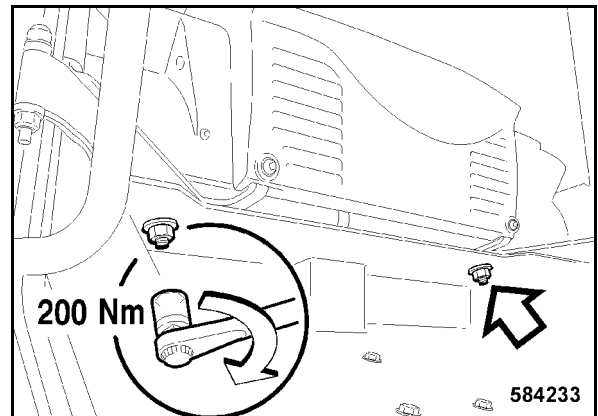

Fig. 248
- Enroscar tuercas con arandelas en ambos espárragos y apretarlas con 200 Nm (Fig. 248).